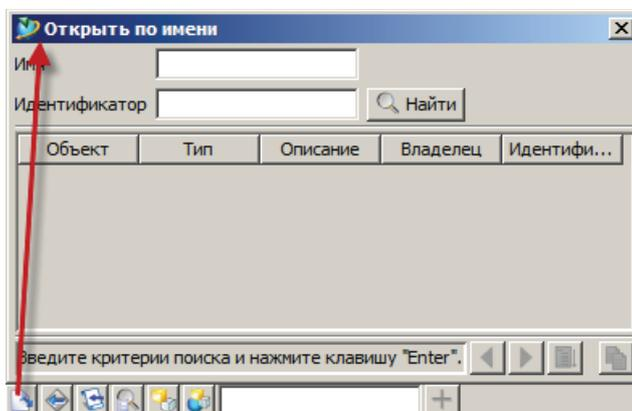

Рисунок 12.14
- команда **Открыть по имени** предназначена для быстрого поиска изделия по его имени или идентификатору (рис. 12.14);